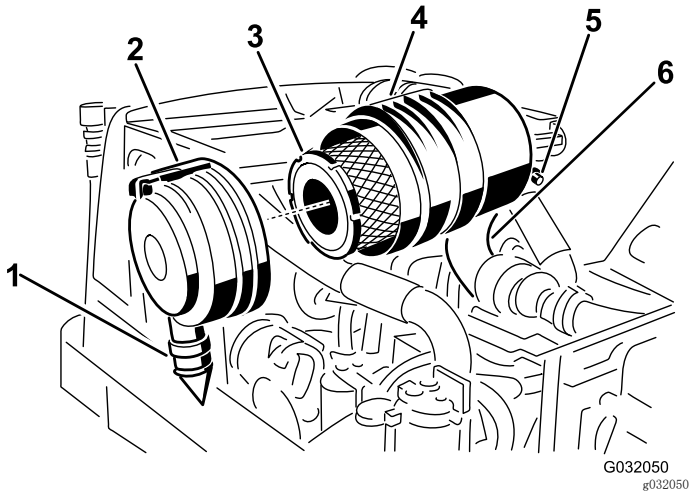

图 47
2. 拆下主滤芯（图 47）。
3. 更换主滤清器（图 47）。
7. 安装盖子时，将橡胶排气阀位置朝下——即从末端看介于 5 点钟至 7 点钟位置之间，并用门锁固定（图 47）。